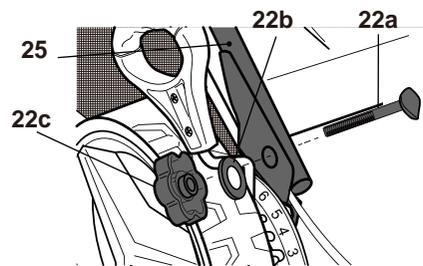

Fig. 3
5. Fixer la poignée inférieure (25) sur le support de poignée (20) avec les kits de montage (22) (Fig. 3).